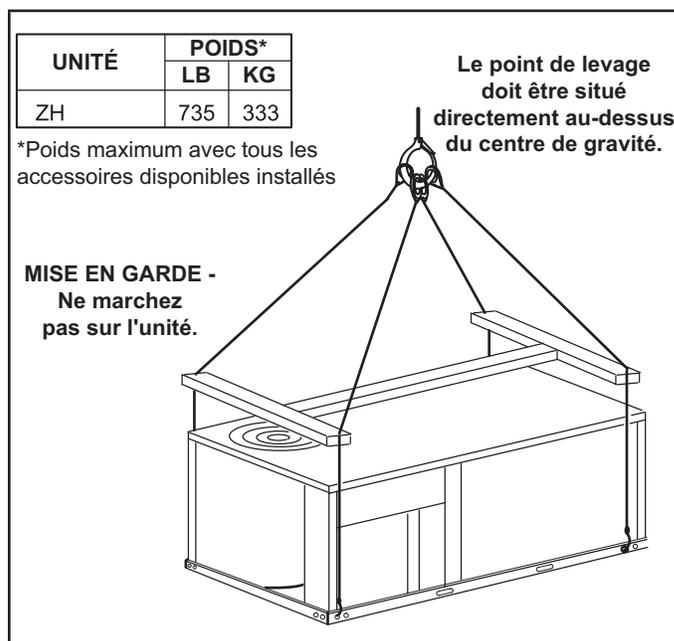

FIGURE 2
- 1 - Connectez les câbles à la base de l'unité en utilisant les deux trous situés dans chaque coin. Reportez-vous à la FIGURE 2.